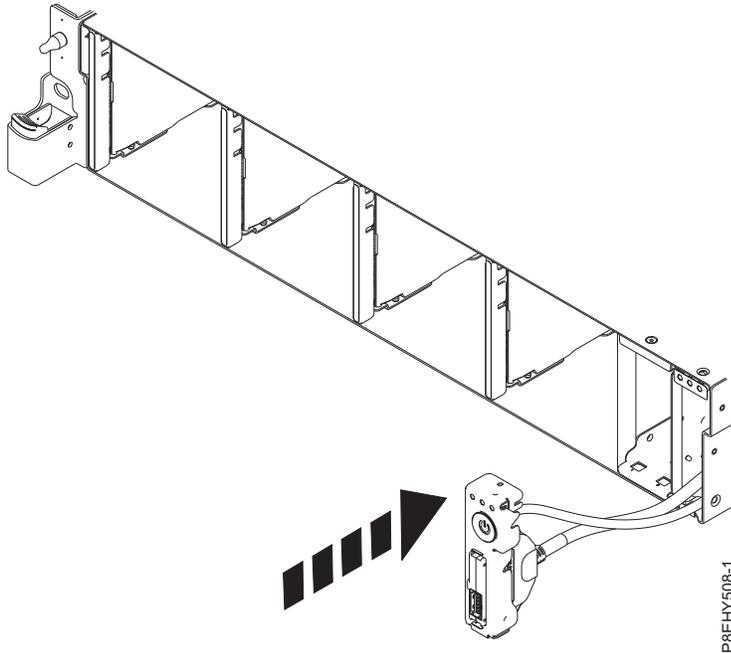

Figura 25. Substituindo o cabo USB frontal no painel traseiro do sistema
4. Insira o comutador de energia e os cabos no sistema. Tome cuidado ao rotar os cabos através do painel traseiro do sistema. Consulte Figura 25 na página 29.